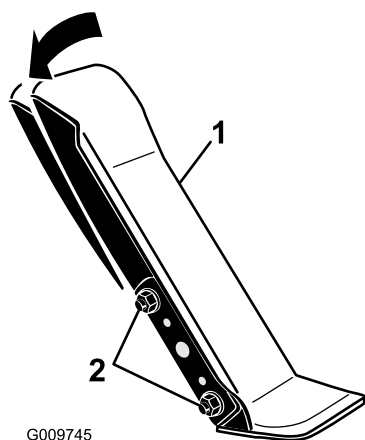

Figura 114
1. Afloje las 2 tuercas y pernos que fijan el lado izquierdo del pedal de tracción al soporte (Figura 114).
2. Ajuste el pedal al ángulo deseado y apriete las tuercas (Figura 114).